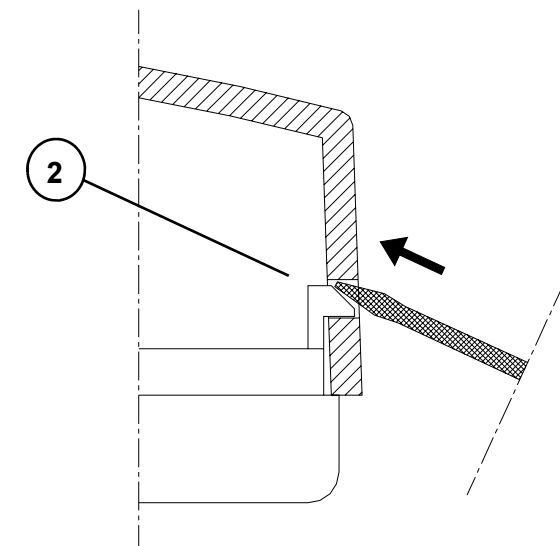

Fig. 2: Retrait du chapeau.
Positionner le chapeau sur la base en faisant attention à ce que les trous fassent face aux leds, et presser doucement jusqu'à la détente des quatre ergots en plastique (2) Fig. 2.